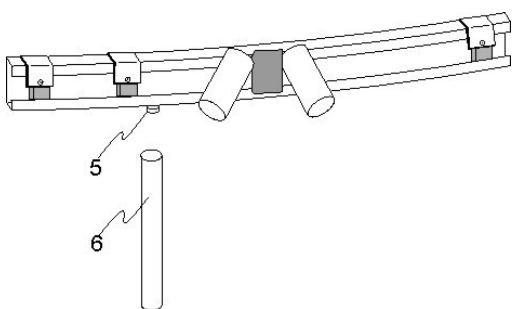

Abb. 3.5
Bei Cabrio Dome ab der Größe von Ø 4.0 m ist eine Stütze (6) **notwendig** (Abb. 3.5).